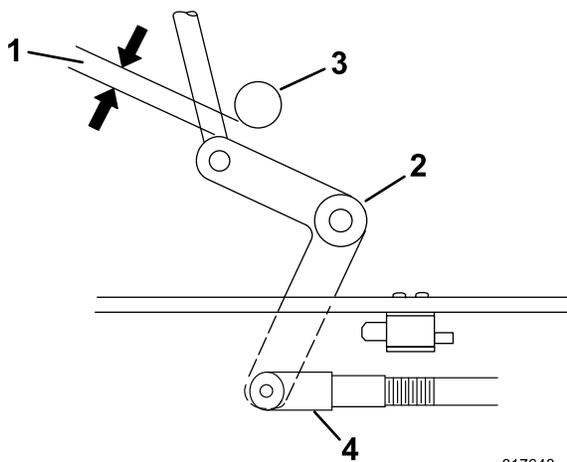

Figure 50
4. Ajustez la longueur de la timonerie de sorte que l'extrémité la plus basse du levier coudé passe juste le renfort de support de l'essieu (Figure 50).
- Desserrez l'écrou contre la chape (Figure 50).